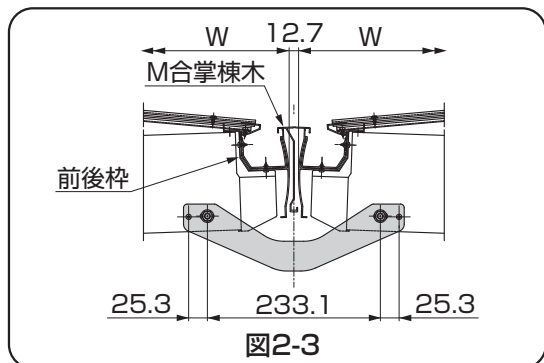
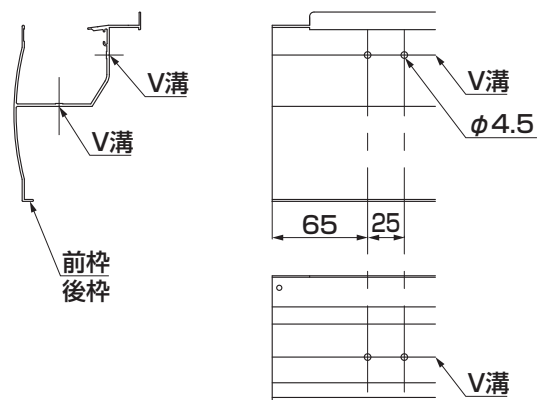
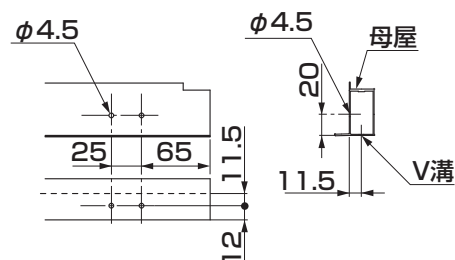

図2-3
図2-1 前枠・後枠連棟部の加工
図2-2 母屋連棟部の加工
①前枠・後枠および母屋の連棟部に穴加工してください。(図2-1、図2-2、図2-3参照)